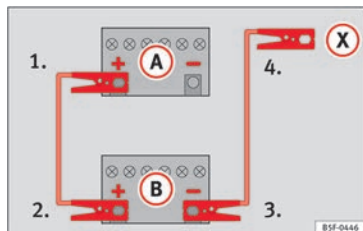

Fig. 133 Schema elettrico per i veicoli non dotati di sistema Start-Stop.
2. Collegare un'estremità del cavo di emergenza **rosso** al polo positivo **(+)** del veicolo con la batteria scarica **(A)** » **fig. 133**.
4. **Nei veicoli senza sistema Start-Stop:** collegare un'estremità del cavo **nero** di emergenza al polo negativo **(-)** del veicolo che eroga la corrente **(B)** » **fig. 133**.